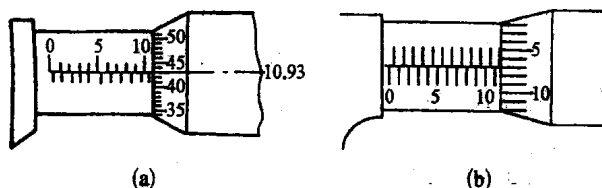

图 1-15 千分尺的读数方法
② 将工件被测表面擦干净,以保证测量准确。
③ 用单手或双手握千分尺对工件进行测量,一般先转动活动套筒,当千分尺的测量面刚接触到工件表面时改用棘轮,当听到测力控制装置发出“嗒嗒”声,停止转动。
(3) 读数方法 要先看清内套筒(即固定套筒)上露出的刻线,读出毫米数和半毫米数。然后再看清外套筒(活动套筒)的刻线和内套筒基准线所对齐的数值(每格为 0.01mm),将两个读数相加,其结果就是测量值。如图 1-15(a)、(b)中测量结果分别为 10.93mm 、 11.57mm 。